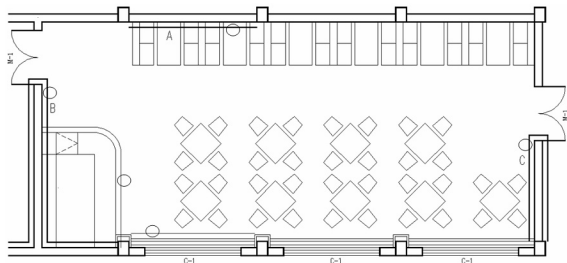

图 4.62 偏移复制图形
(1) 启动【偏移】命令，偏移距离设为 150mm，将酒柜的外侧边线、一条台度线和部分墙体向餐厅内部偏移 150mm，偏移复制出如图 4.62 内圆圈标示的图形。
在**选择对象**:提示下，选择图 4.62 中所示的 A 线、B 线和 C 线为分解对象，然后按 Enter 键结束命令。